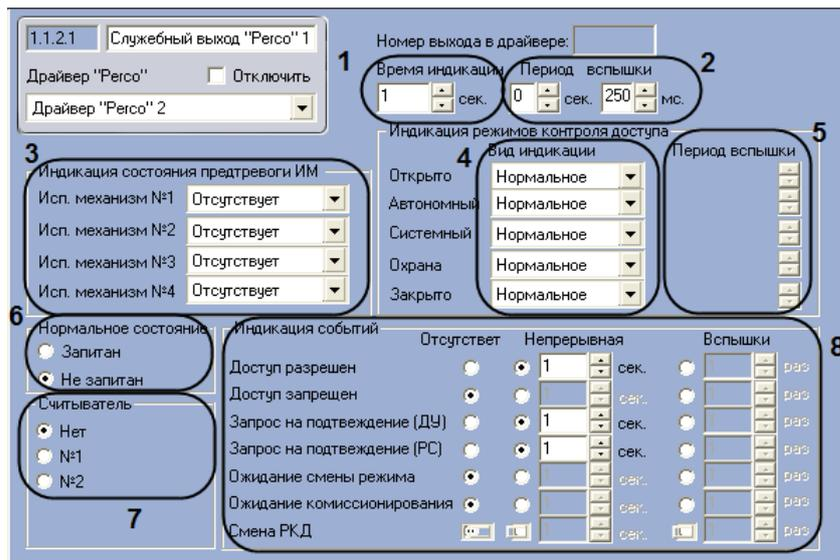

Рис. 3.10—2. Настройка служебного входа *Perco*
2. Указать время непрерывной индикации в поле **Время индикации** с помощью кнопок **вверх-вниз** (см. Рис. 3.10—2, 1). Диапазон значений – от 0 до 15 сек.
3. Указать период пульсирующей индикации в поле **Период вспышки** с помощью кнопок **вверх-вниз** (см. Рис. 3.10—2, 2). Диапазон значений – от 0 до 3.5 сек.